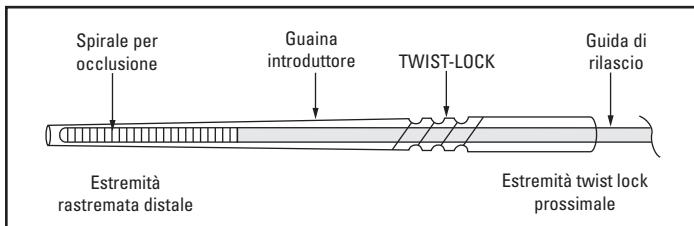

Figura 3. Guaina introduttore con meccanismo twist-lock
- Rilasciare la spirale IDC all'interno della propria guaina introduttore pizzicando leggermente la guaina su entrambi i lati del meccanismo twist-lock ed effettuando 2-3 rotazioni in senso antiorario del lato prossimale (Figura 3 e 4).